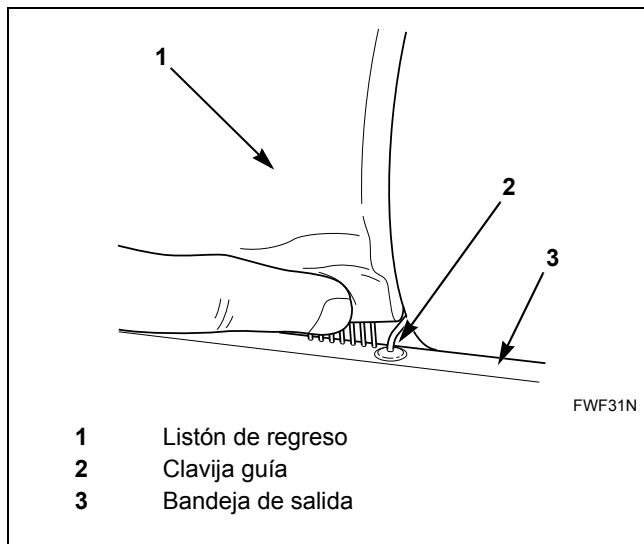

Figura 36
12. Verifique que el nuevo listón de regreso esté colocado entre las clavijas guía de la bandeja de salida que están en la parte de enfrente de la máquina. Consulte la *Figura 36*.